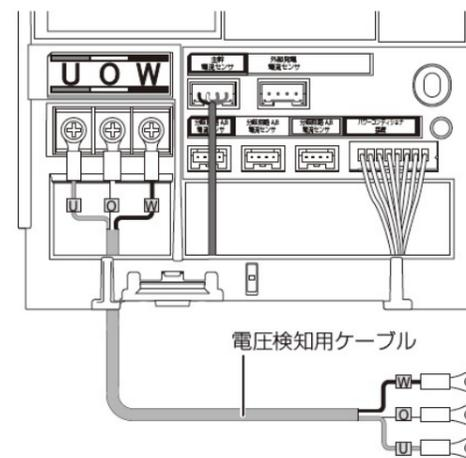

図10. 電圧検知用ケーブルの接続
- (3) 配線先の計測ユニット用ブレーカをオフにする。
- (4) 計測ユニット用ブレーカの2次側に、電圧検知用ケーブルをつなぐ。(図10)